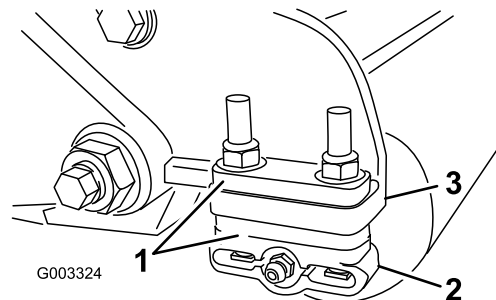

图 12
1. 按照图 12 通过将所需数量的隔片放置在侧板安装法兰 (图 12) 下方将后滚筒支架 剪草高度和底刀选择表 (页码 11) 调整到所需的剪草高度范围。